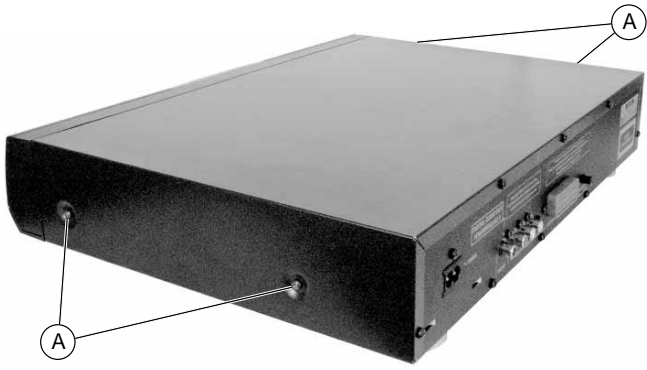

Fig. 1
- 9 Schrauben (A) herausdrehen (Fig. 1 / 4).
- Undo 9 screws (A) (Fig. 1 / 4).